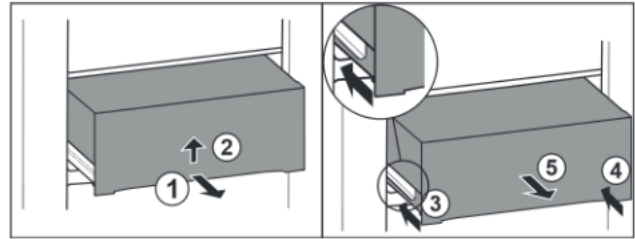

Fig. 35
- Estrarre il cassetto a metà. Fig. 35 (1)
- Sollevare il cassetto nella parte inferiore. Fig. 35 (2)
- Inserire la guida sinistra. Fig. 35 (3)
- Inserire la guida destra. Fig. 35 (4)
- Rimuovere il cassetto tirandolo in avanti. Fig. 35 (5)